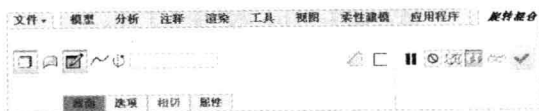

图 5-54 弹出“旋转混合”选项卡
Step 02 弹出“旋转混合”选项卡，如图 5-54 所示，单击“截面”按钮，弹出“截面”下滑面板，单击“定义”按钮。